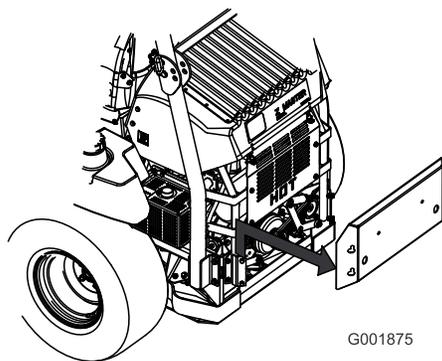

Figure 66
3. Déposez le panneau de moteur arrière (Figure 66).